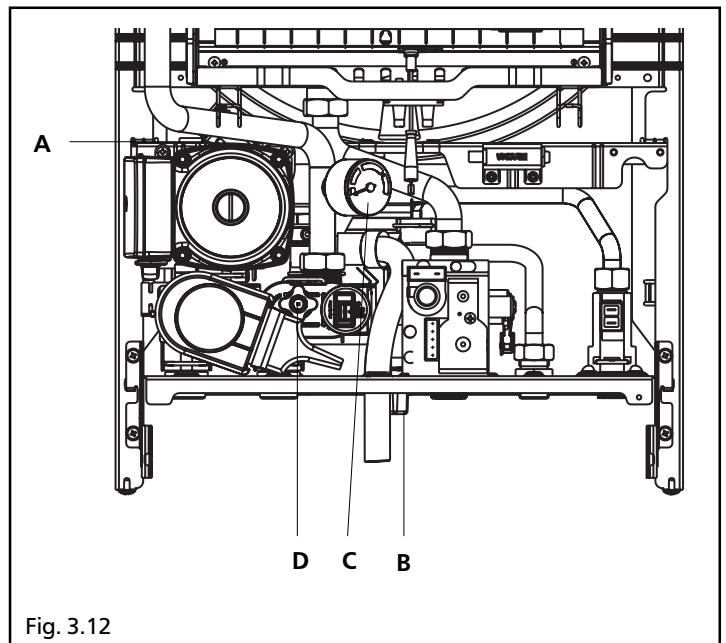

Fig. 3.12
Per i riferimenti ai vari componenti consultare il disegno raffigurato in fig. 3.12.
- collegare il tubetto in gomma, fornito di serie, alla valvola di scarico caldaia D (fig. 3.12)